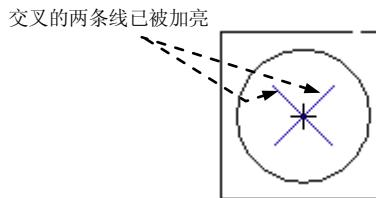

图 4.8.3 加亮重叠部分
Step2. 选择命令。选择下拉菜单 草绘(S) →  →  命令(或在工具栏中单击“重叠几何”按钮)，系统自动加亮图 4.8.3 所示的重叠的图元。